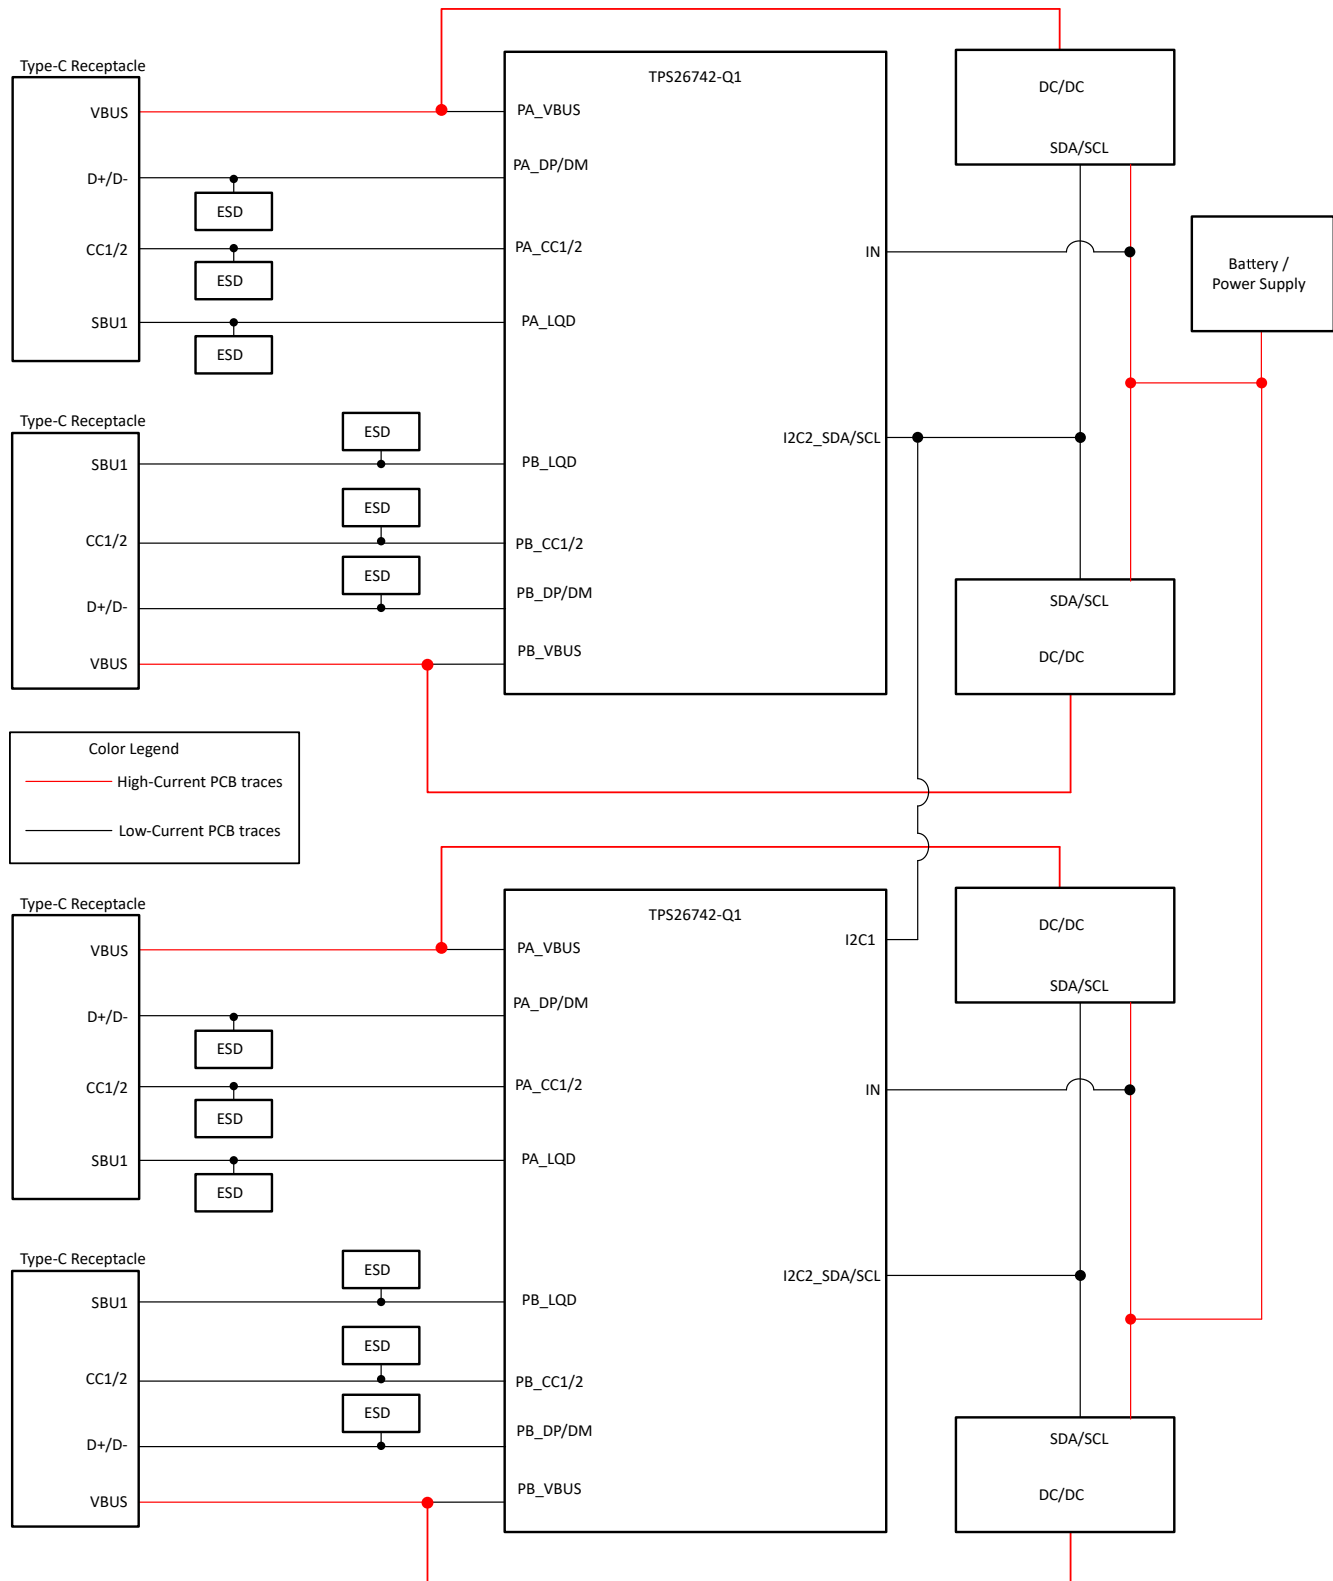

図 9-2. デュアルポート SPR チャージャ
**図 9-2** は、2 つの TPS26742-Q1 を接続して 4 ポート システムを構成する例を示しています。TPS26742-Q1 は I2C2 を使用して外部 DC/DC を制御し、各ポートに必要な電圧や電流を個別に供給します。この TPS26742-Q1 には、DC/DC と同じバッテリー/電源に接続された内部 LDO が内蔵されています。この内部 LDO は、eMarker を読み取るために必要な VCONN 向け電流も供給します。